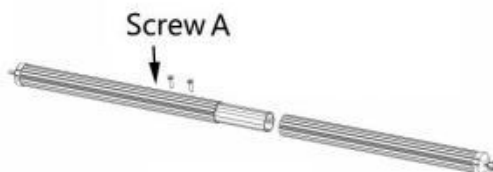

Figure C7
3.4.1 Retirez le tube d'enroulement du store et les tubes de raccordement intérieurs correspondants, assemblez-les comme indiqué sur la figure et fixez-les à l'aide de vis autotaraudeuses A pour former un ensemble. (Figure C7)